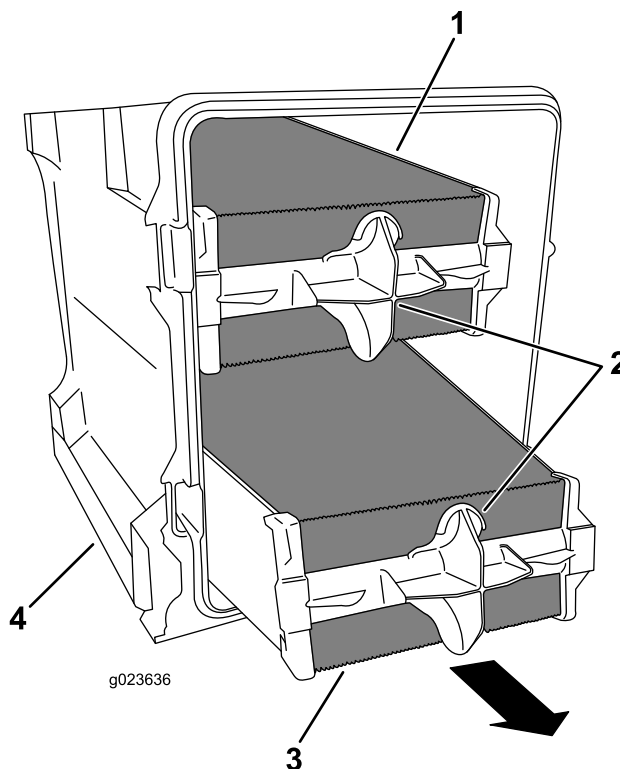

Рисунок 86
4. Используя ручки воздушного фильтра, снимите первичный фильтр с крышки воздухоочистителя (Рисунок 86).